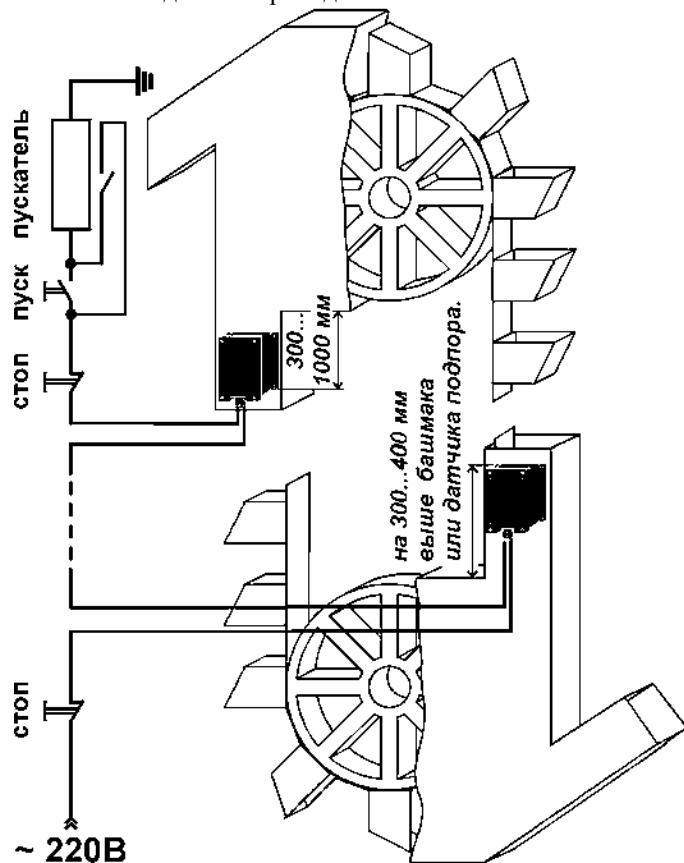
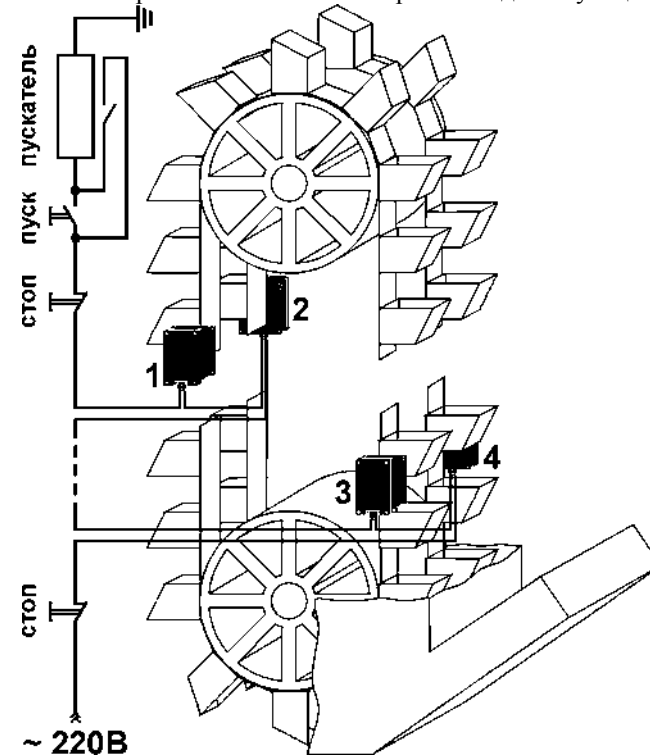

Рис. 5. Последовательное включение двух ДС-2 в пусковую цепь норрии.
Рис. 6. Включение четырех ДС-2 в пусковую цепь сдвоенной норрии.
На рис. 5 показано включение двух датчиков ДС-2 в разрывы пусковой цепи. Так как и в головке и в башмаке норрии имеются кнопки «СТОП», датчики могут быть соединены последовательно с ними. Это позволит использовать короткие линии связи и не менять релейные схемы блокировок на действующих норриях.
ДС-2 позволяет отдельно контролировать сбегание каждой ленты в общем коробе сдвоенной норрии (рис. 6). Пороговое приближение или удаление ближайшей ленты при её сбегаии с приводного барабана вызывает срабатывание датчика 1 или 2, а с натяжного – датчика 3 или 4. На норриях с металлическими ковшами каждый из нижних сигнализаторов (3 и 4) выполняет также функцию датчика подпора восходящей ветви.
Работа датчиков в пусковой цепи нории (рис. 5 и рис. 6) происходит следующим образом. При подаче напряжения (нажата кнопка «Пуск») ДС-2 остаются «замкнутыми» на время, достаточное для разгона механизма.
2. Установить переключатель РК2 («Нормально замкнут»/ «Нормально разомкнут») в нужное положение. В положении А внешняя цепь при нормальном расстоянии до объекта разомкнута, а при аварии - замкнута; в положении В - наоборот. Если ДС-2 подключен согласно рис. 5 или рис. 6, то переключатель РК2 должен находиться в положении В. При этом датчик будет размыкать пусковую цепь при сбегании ленты и подпоре.